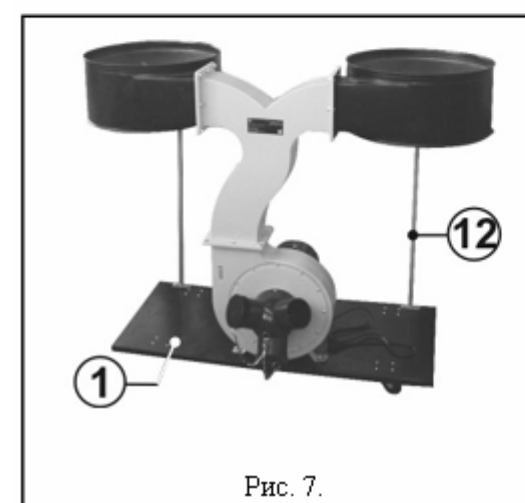

Рис. 7.
- 8.5. Закрепите болтами две опоры (12), совместив отверстия в нижних концах опор с отверстиями в основании (1), Рис.7.